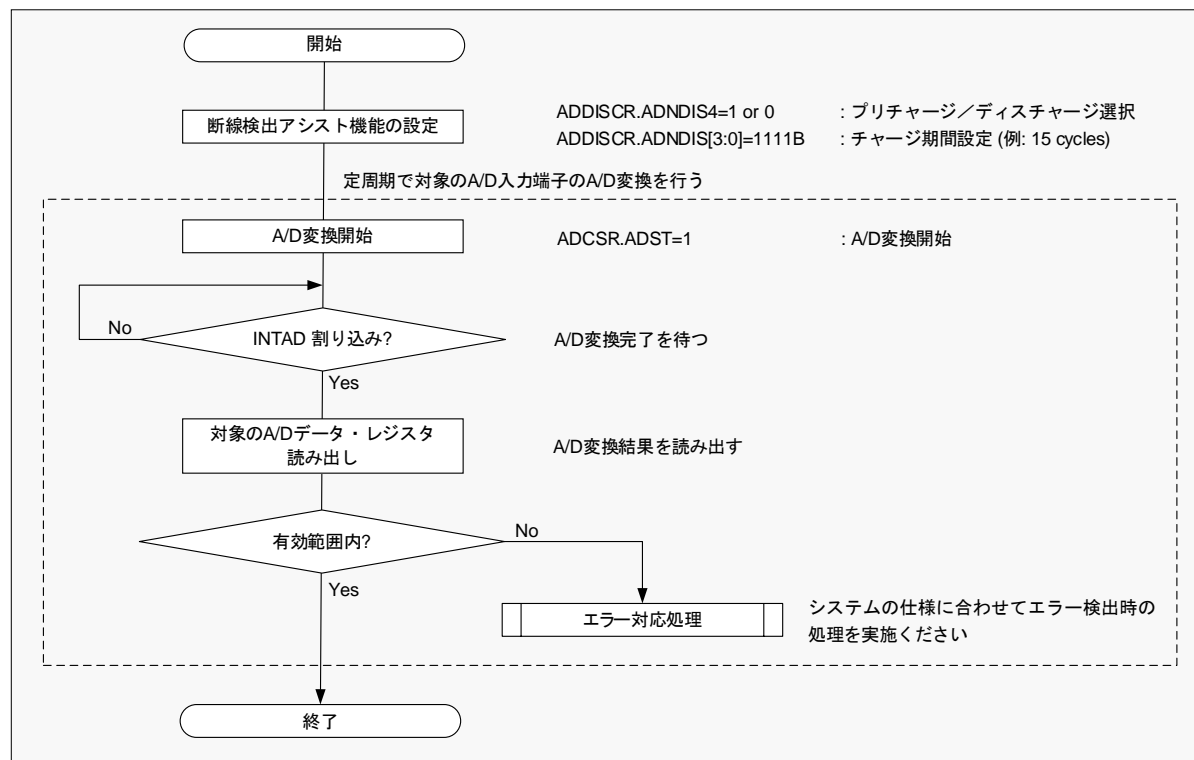

図 13-3 A/D テスト機能（断線検出機能）のフロー・チャート
P.55	「図 13-3 A/D テスト機能（断線検出機能）のフロー・チャート」を改訂。